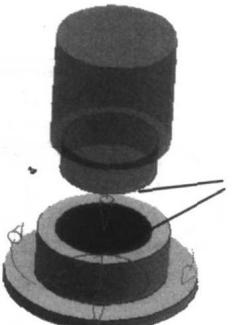
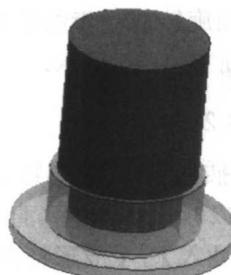

图 1-17 选取装配表面
图 1-18 普通装配后的结果
- (4) 如图 1-17 所示，对所选择的两个零件表面执行普通装配操作，其结果如图 1-18 所示。